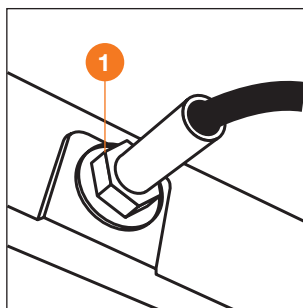

Рис. 27
- Для регулировки натяжения троса отпустите контрящую гайку **1** и поворачивая регулировочную гайку добейтесь указанного свободного хода рычага сцепления. После регулировки, затяните контрящую гайку **1**. При верно отрегулированном натяжении троса начало вращения фрез происходит при нажатии рычага привода на 1/3 его хода (Рис. 27).